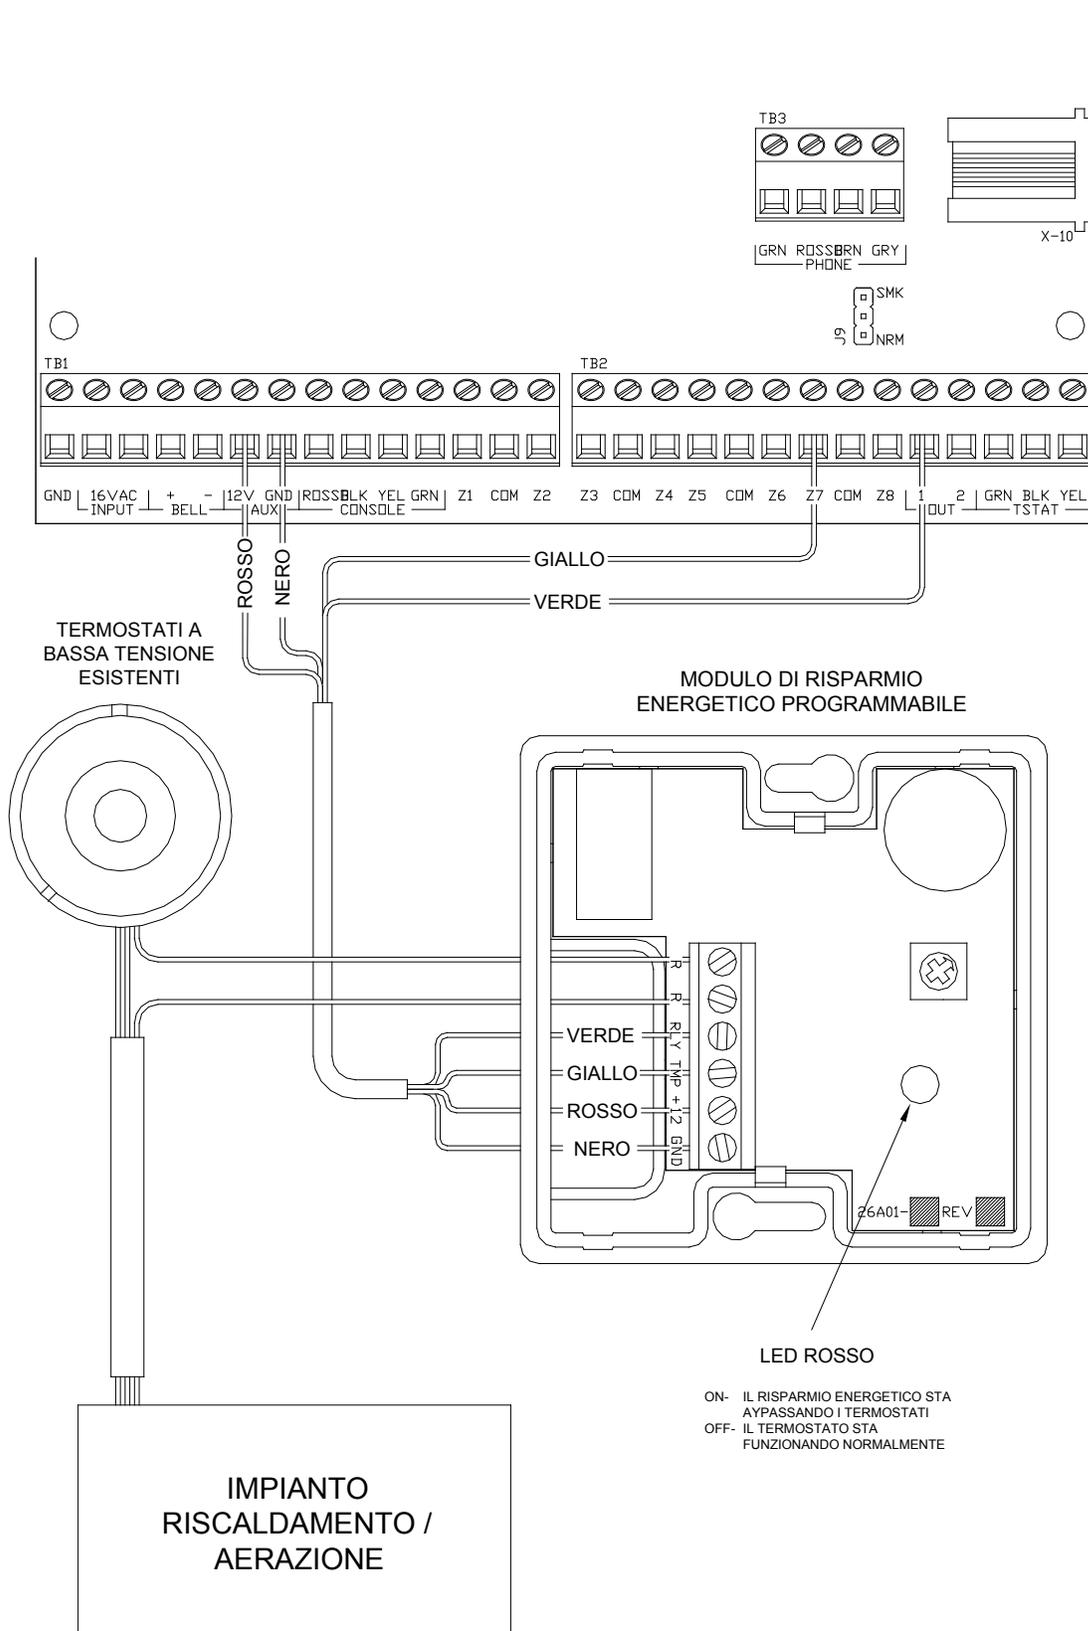

FIGURA 12 - COLLEGAMENTI DEL PESM
2. Mettere un filo a 4 conduttori tra il OmniLT e ciascun PESH. Collegare come mostrato in FIGURA 12.